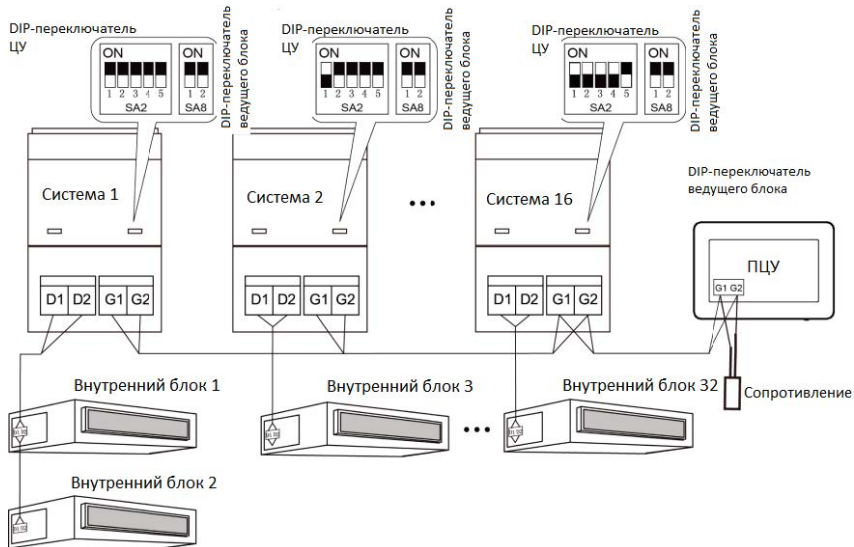
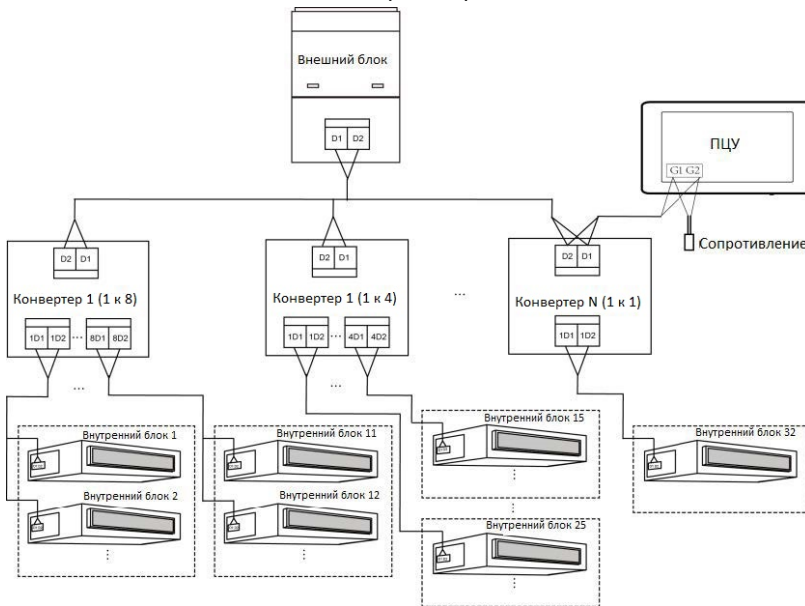

Рис. 1.5 ПЦУ, соединенный с внешней сетью
Рис. 1.6 ПЦУ, соединенный с системой регенерации тепла
- ③ Если ПЦУ должен быть подключен к сети внешних блоков, используйте способ, указанный на рис.1.5. Пульт подключается только к последней системе внешней сети. Когда ПЦУ подключен, необходимо добавить соответствующее сопротивление в портах G1 и G2.
- ④ DIP-переключатель централизованного управления (SA2_Addr-CC) указывает адрес централизованный управления, требуемый при ЦУ различными холодильными системами. Заводская настройка по умолчанию - «00000».
⑤ Если ПЦУ должен быть подключен к сети регенерации тепла, используйте способ, указанный на рис.1.6. Кроме того, способ 2 (рис.1.5) также применим к подключению ПЦУ в сеть регенерации тепла.